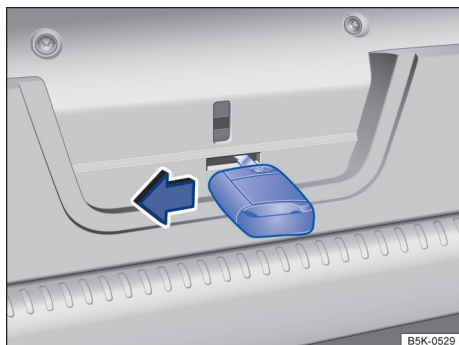

Fig. 71 No compartimento de bagagem: destravamento de emergência da tampa
- Introduzir a haste da chave na abertura da tampa do compartimento de bagagem → Fig. 71 e pressionar a alavanca de destravamento no sentido da seta.